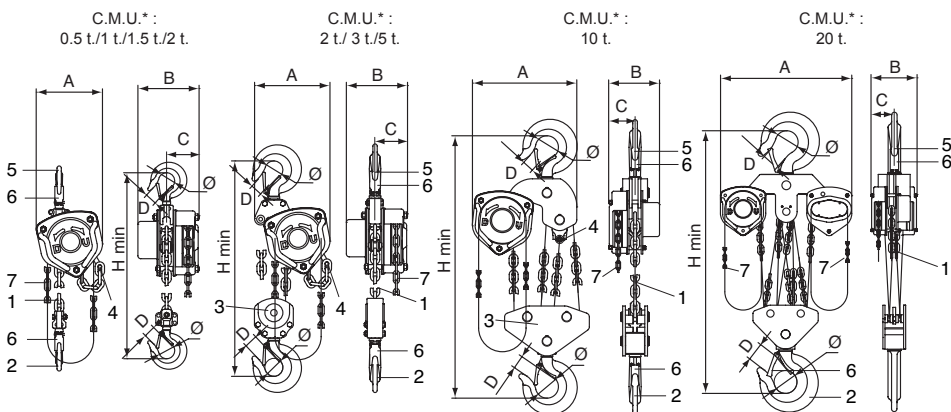

Fig. 1
A talha tralift™ é fornecida equipada com uma corrente de elevação (item 1, fig. 1) e uma corrente de manobra (item 7, fig. 1) compatíveis para uma altura standard de elevação de 3 m.
A corrente de elevação é constituída por um ou vários troços (ver §2 especificações técnicas) tendo na extremidade do lado da carga um gancho de elevação (item 2, fig. 1) e, na outra extremidade (lado do troço frouxo), a corrente de elevação está fixada a um batente de fim de curso inferior (item 4, fig. 1) ele próprio fixado ao aparelho.
3. Verificar o bom estado dos ganchos (item 2, fig. 1) e dos linguetes de segurança (item 6, fig. 1).
4. Verificar se a extremidade da corrente de elevação do lado troço frouxo está fixada no batente de fim de curso inferior do aparelho (item 4, fig. 1).
1. Verificar se a talha tralift™ está correctamente suspensa no gancho de suspensão (item 5, fig. 1) e se o linguete de segurança do gancho (item 6, fig. 1) está bem fechado (ver fig. 2 e 3).